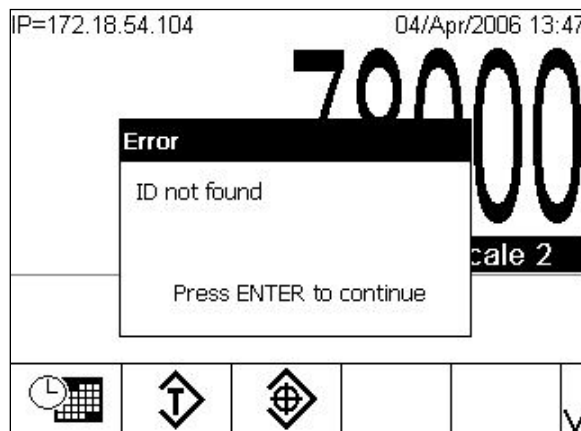

Figure C-14: Erreur de non correspondance d'unité de tare
3. Si vous saisissez un numéro ID incorrect, le message de la Figure C-14 s'affiche.